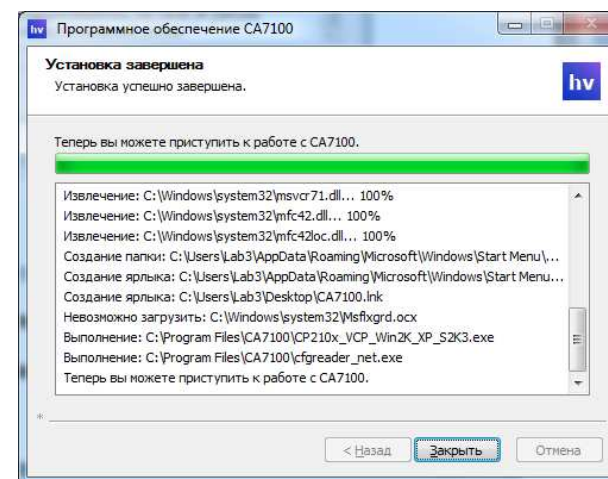

Рисунок 8.13
9) На экране появится окно (рисунок 8.13) с информацией о том, что установка программы "CA7100. Измерение C, tgδ, R" обеспечения Моста CA7100 завершена. Щелкнуть по кнопке **Заккрыть**,